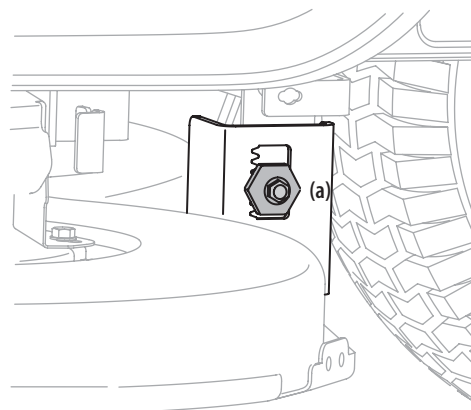

Figure 28
3. Un boulon de réglage se trouve sous chaque aile arrière, près des roues. Voir Figure 28.